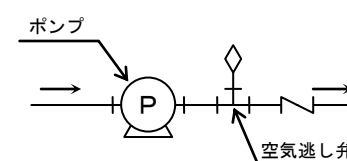

図 4
- (b) 吐出し配管に逆止め弁を設ける場合は、図 4 のようにポンプ吐出口と逆止め弁の間に空気逃し弁などを必ず設けてください。（通常、空気逃し弁は閉鎖しておきます。）